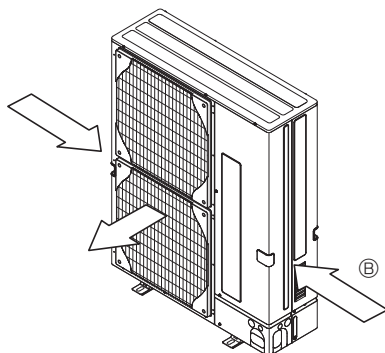

Fig. 2-5
- ③ Placera om det går enheten så att luftutblåset blåser vinkelrätt mot den säsongsbetingade vindriktningen. (Fig. 2-5)